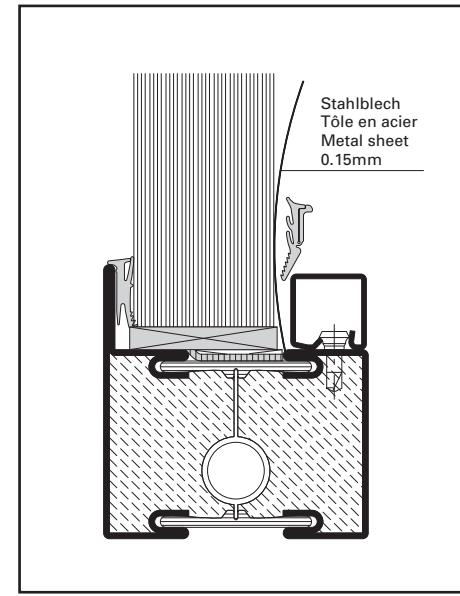

Abb. 21 / Fig. 21 / Fig. 21
- Dünne Stahlbleche (z.B. 0,15 mm) erleichtern das Eindrücken der Dichtungen im Bereich der Glasklötzte (Abb. 21).
- Une fine tôle d'acier (par ex. 0.15 mm) facilite la rentrée du joint dans la zone de la cale (fig. 21).
- Thin pieces of metal sheet (e.g. 0.15 mm) will assist in pressing in the weatherstrip in the vicinity of the glazing pads (fig. 21).